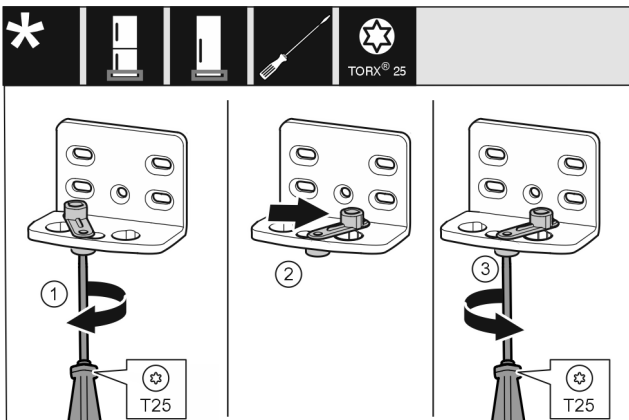

Fig. 13
- ▶ Отпустите винт Fig. 13 (1) отверткой.
- ▶ Приподнимите фиксатор двери Fig. 13 (2) и, повернув на 90° вправо, вставьте в отверстие.
- ▶ Затяните винт Fig. 13 (3) отверткой.